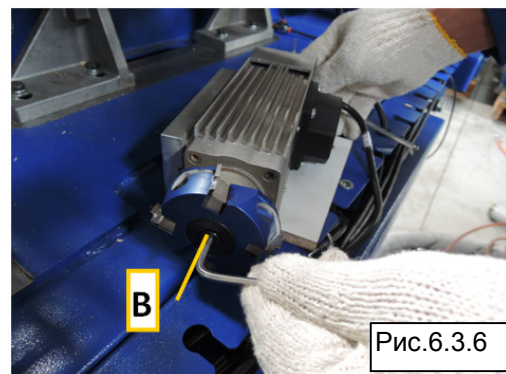

Рис.6.3.6
3. С помощью шестигранного ключа заблокируйте вал двигателя с его обратной стороны и, используя другой шестигранный ключ, ослабьте винт В (Рис. 6.3.6).